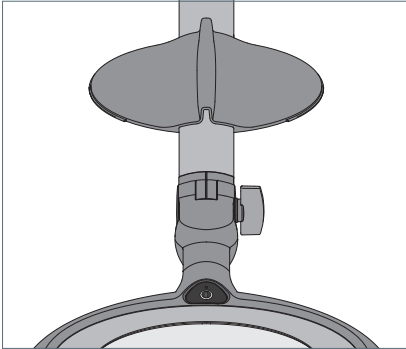

Fig. 4: Lupenabdeckung parken.
- ▶ Klemmen Sie die Lupenabdeckung an das Gestänge der Leuchte, siehe Fig. 4.